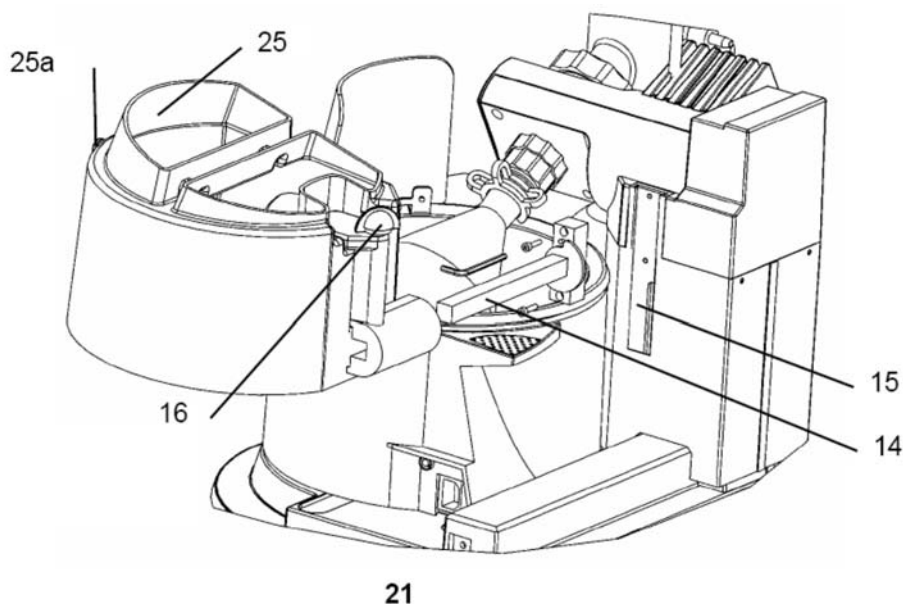

Bild 13
Höhenanschlag (15) am schwarzen Drehknopf (22 Bild 15) lösen („unlock“), Träger-Schutzhaube (14 Bild 13) fassen und Höhenanschlag (15) ganz nach oben schieben. Drehknopf (22 Bild 15) festziehen („lock“).